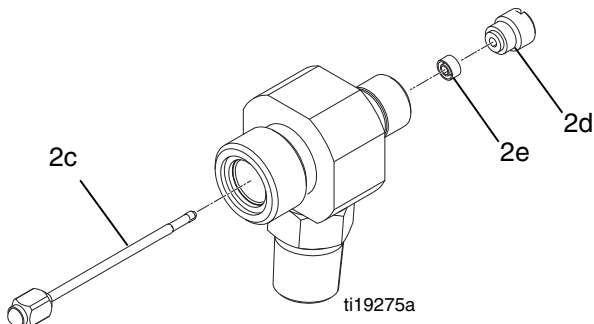

FIG. 10
7. Retirez le pointeau (2c). Dévissez le joint clipsable (2d) puis retirez le joint (2e). Consultez la FIG. 10.